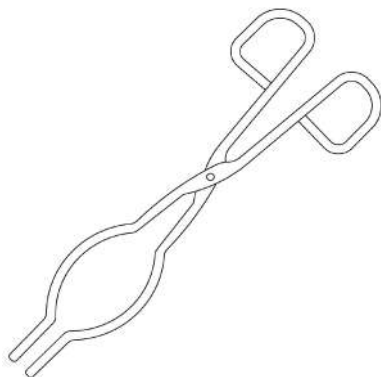

Рис. 123. Тигельные щипцы
1. **Тигельные щипцы** (рис. 123) применяются в лабораториях различного профиля для захвата и переноса горячей посуды разного диаметра и формы. Особенности конструкции: щипцы напоминают бытовые ножницы с круглыми ручками и отверстиями для пальцев руки. Кончики щипцов изогнуты и могут плотно соединяться для удержания даже мелких предметов. На кончиках есть насечки для более плотного захвата. Щипцы изготавливаются из нержавеющей стали — долговечного, износоустойчивого, термостойкого и химически стойкого материала. Изделие может использоваться и в качестве пинцета для переноса образцов для взвешивания, при этом следует вовремя очищать кончики щипцов от